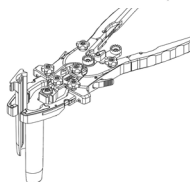

Figure 4
- Insérez les lames caudale et céphalique en les chargeant par le haut dans les fentes latérales du corps de l'écarteur jusqu'à ce qu'elles s'enclenchent (Figure 4).